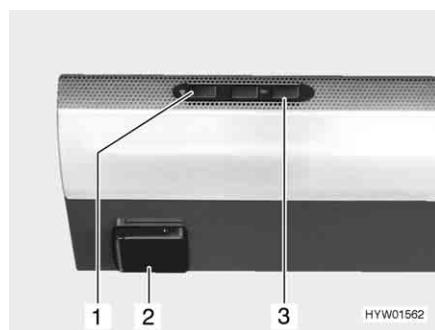

Bild 184 Dunstabzug
- Den Schalter (Bild 184,1) drücken.